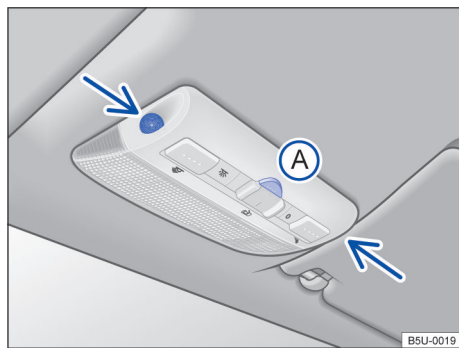

Fig. 47 No console do teto: sensores de monitoramento do interior do veículo e tecla (A) para desligar o monitoramento do interior do veículo.
O monitoramento do interior do veículo dispara o alarme com o veículo travado, se reconhecer movimentos no interior do veículo. O sensor e o receptor estão localizados no conjunto da lanterna de leitura → Fig. 47 (setas). ▶
- Pressionar a tecla → Fig. 47 . No painel de instrumentos, a luz de controle se acende.